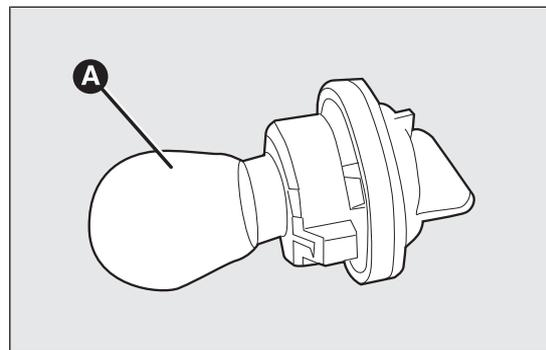

fig. 137
- enlever l'ampoule A fig. 137 et la remplacer ;